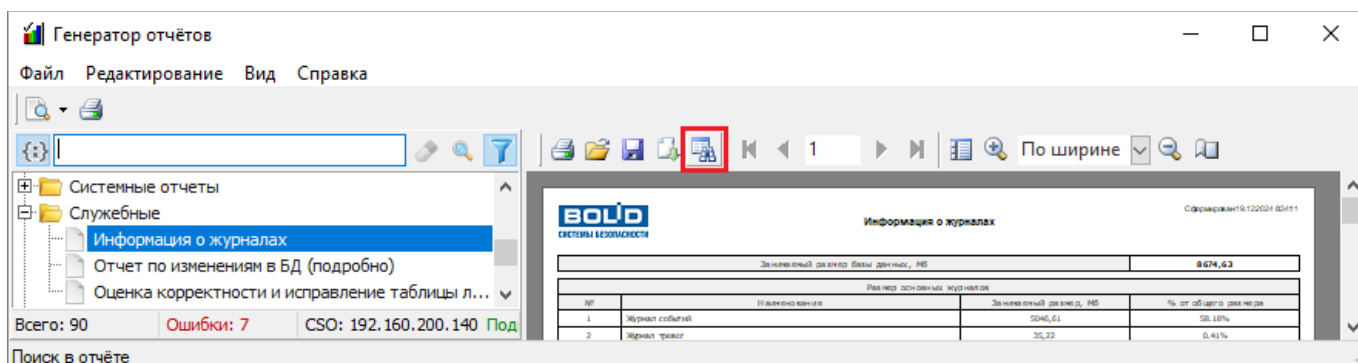

Рисунок 11-337 Инициализация поиска в отчете через панель инструментов предварительного просмотра
- нажмите на панели инструментов предварительного просмотра (см. п. 11.5.4) кнопку  «Поиск в отчете» (см. Рисунок 11-337);